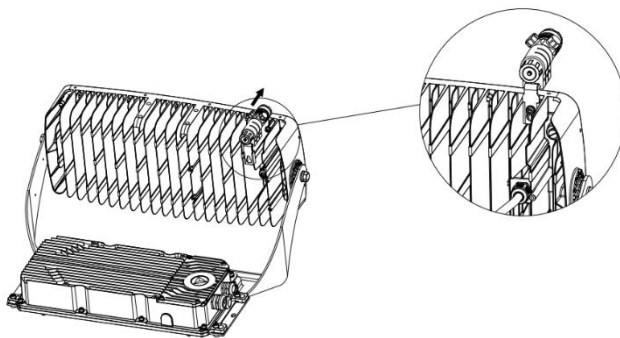

Рис. 7
6.7.2. Установить и зафиксировать целеуказатель на корпусе светильника (Рис.7)